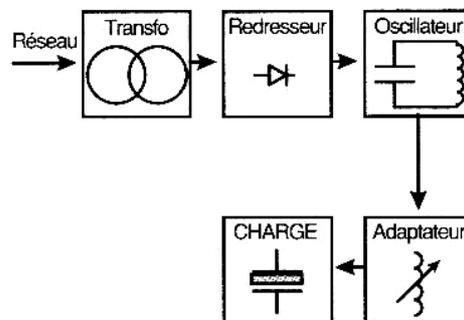

Figure 2.20 – Représentation fonctionnelle d'un équipement à hyperfréquences
**II.6.3. Équipement** (figure 2.20)